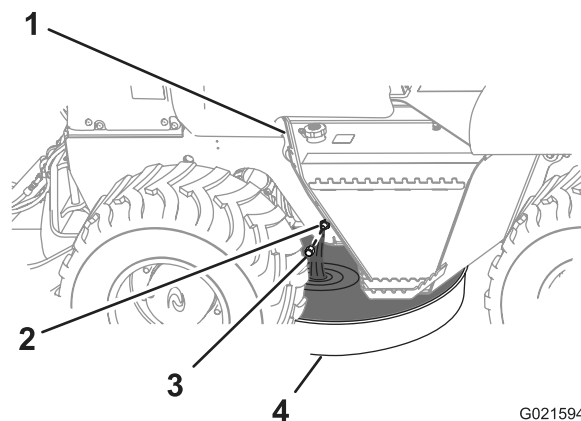

Figura 44
3. Posicione uma bandeja de drenagem com capacidade mínima de 8,4 L sob o bico de drenagem do óleo do motor (Figura 44).
4. Remova completamente a tampa do bico de drenagem e aguarde o escoamento completo do óleo do motor (Figura 44).
6. Instale a tampa no bico de drenagem (Figura 44).
1. Retire a tampa do tubo de enchimento puxando-a para cima (Figura 44).